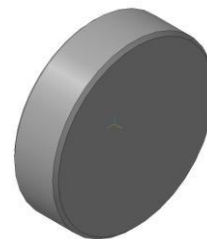

Рис.2
8. Вызовите команду **Фаска**  и постройте на обоих ребрах цилиндра фаску размером  $4 \times 45^\circ$ . Результат показан на рис.2.